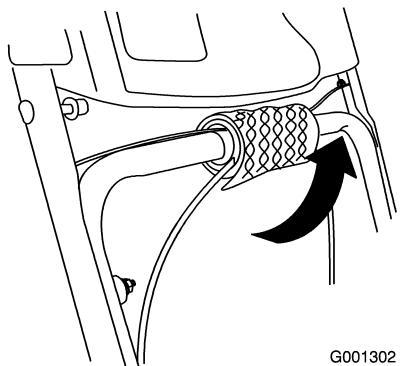

Figure 5
1. Déroulez les extrémités des câbles de la partie inférieure du mancheron (Figure 5).